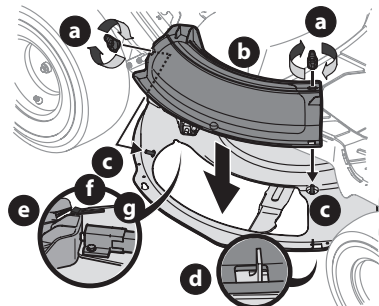

Figura 13
- Extraiga las perillas de aleta (a) que se instalaron en la plataforma de corte y consérvelas para colocarlas posteriormente (Figura 13).
- Coloque el adaptador para abono (b) en la abertura de descarga de la plataforma. Los espárragos (c) en la superficie de la plataforma calzarán en los orificios de la parte superior del adaptador para abono (b). La pequeña lengüeta (d) del borde de la plataforma calzará en el recorte cuadrado de la parte inferior del adaptador para abono (b) (Figura 13).
NOTA: compruebe que la parte superior-trasera del adaptador para abono (b) esté oprimiendo el interruptor de seguridad (e) que está ubicado en la superficie de la plataforma. El motor no arranca si el adaptador para abono (b) no está correctamente ubicado en su lugar (Figura 13).
- Sujete el adaptador para abono (b) ajustando las perillas de aleta (a) que se extrajeron en el paso 1 (Figura 13).